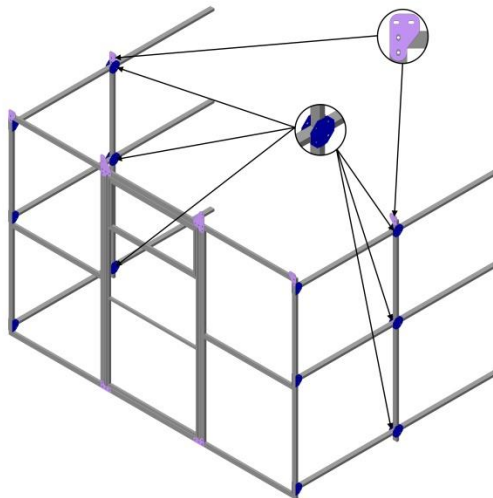

РИС. 10
4.2.3. Далее присоедините пластины к стойкам винтами М6×30, шайбами М6, гайками М6. Затем присоедините стойки к ранее собранному торцу кرابом – Х, винтами М6×50, шайбами М6, гайками М6, одновременно присоединив следующие 6 соединителей (РИС. 10).